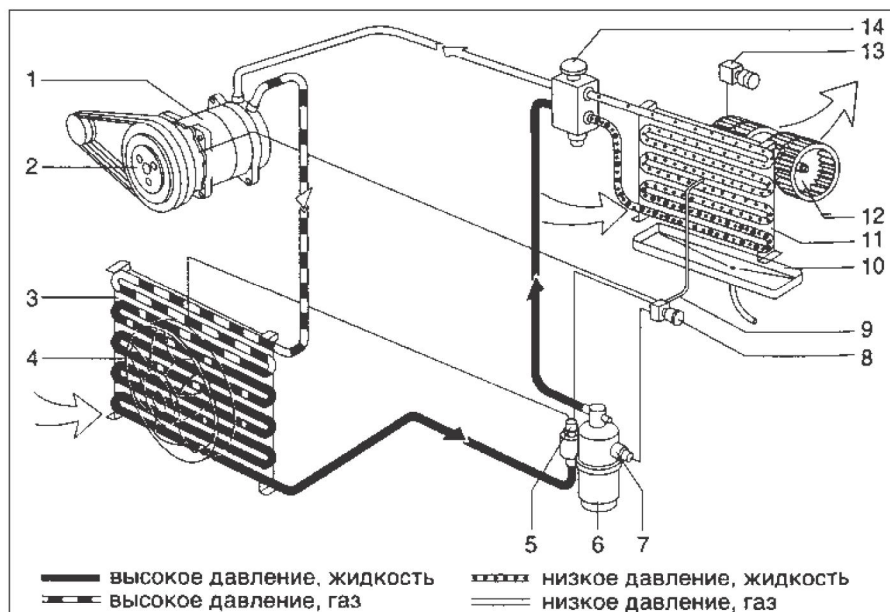

Рис. 15.2. Контур охлаждения системы кондиционирования воздуха:
Работа кондиционера заключается в следующем. Компрессор (1, рис. 15.2) охлаждения приводится в движение поликлиновременной передачей от шкива коленчатого вала двигателя. В компрессоре происходит сжатие хладагителя (рабочего газа кондиционера) до давления порядка 30 кгс/см². При этом газ сильно нагревается. Газ, поступающий после компрессора в конденсатор (3), охлаждается, благодаря потоку набегающего воздуха от вентилятора (4). При этом газ конденсируется и превращается в жидкость. Под высоким давлением жидкость прохо-